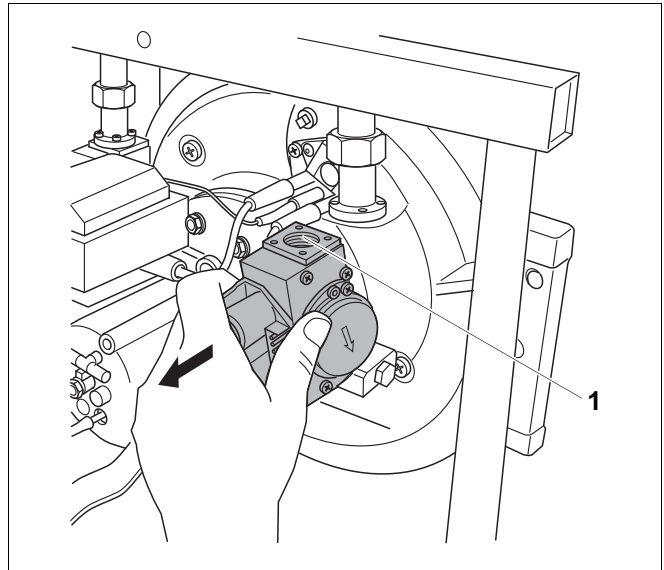

Рис. 39 Контроль газового фильтра
- Проверьте газовый фильтр (его видно в верхнем подключении (рис. 39, **поз. 1**) газовой арматуры).